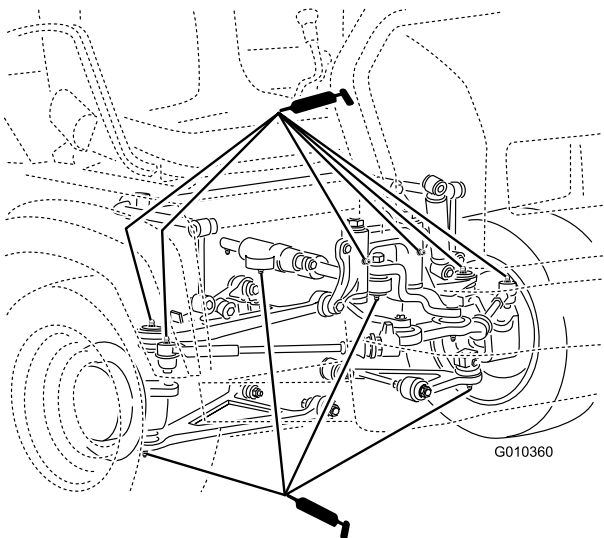

Figura 40
- Giunti a sfera (4), ancoraggi (2), supporti di articolazione (2) e cilindro di sterzo (2) come illustrato nella Figura 40.